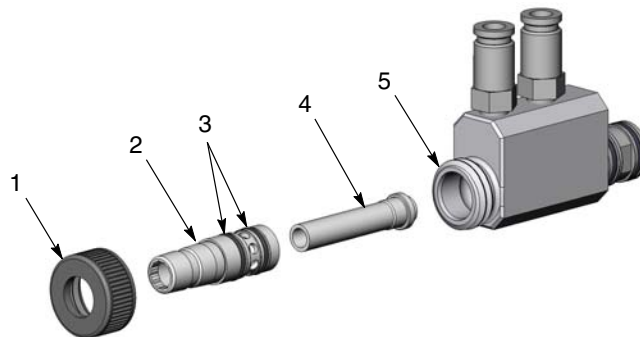

Figure 3 Dépose et installation de l'étrangleur
1. Voir la figure 3. Dévisser et retirer l'écrou (1).
2. D'un léger mouvement de torsion, tirer porte-étrangleur ainsi que l'étrangleur (2, 4) hors du corps de la pompe (5). Vérifier que le porte-étrangleur et les deux joints toriques (3) en silicone conducteurs ne sont pas usés ou endommagés. Remplacer les pièces usées ou endommagées.